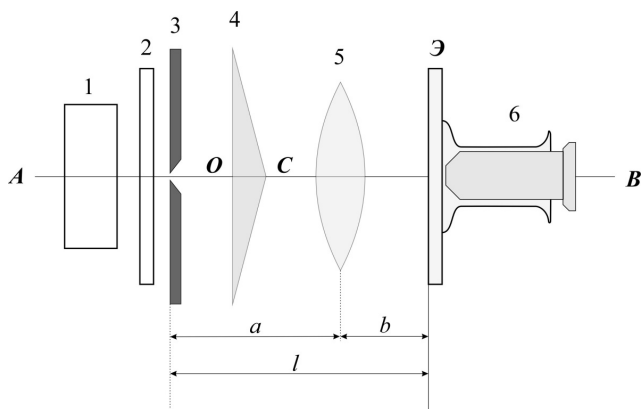
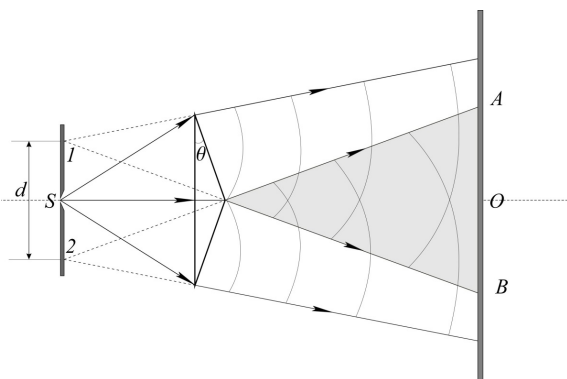
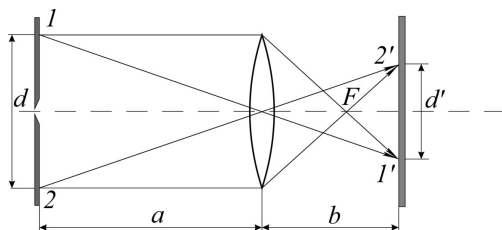

Рис. 5
Рис. 6
Рис. 7
На рельсе (рис. 5) расположены устройства: осветитель 1, светофильтр 2, регулируемая щель 3, бипризма 4, линза 5, отсчетный микроскоп 6. Все детали смонтированы на ползунах. Предусмотрена возможность перемещения и закрепления деталей в вертикальном и горизонтальном направлениях.
На рис. 5 обозначены: a — расстояние от щели главной плоскости линзы 5, b — расстояние от главной плоскости линзы 5 до экрана микроскопа 6, l — расстояние от щели до фокуса оптической системы микроскопа, в котором расположен экран микроскопа с наблюдаемой на нем интерференционной картиной.
1. Расположить все устройства и приспособления (пока без линзы 5) в порядке, указанном на рис. 5. При этом середина щели 3, точки O , C бипризмы 4, центр экрана Э микроскопа б должны находиться на оси AB .
3. Поместить между бипризмой и микроскопом собирающую линзу 5 и, перемещая ее вдоль рельса и по вертикали, получить в поле зрения микроскопа отчетливые действительные изображения мнимых источников света. По окулярной шкале микроскопа определить расстояние d' между ними (рис. 7). Цена деления шкалы указана на трубке микроскопа.
4. Измерить, не сдвигая линзу, расстояние a от главной плоскости линзы (ее положение отмечено черточкой на оправе линзы) до щели и расстояние b от главной плоскости линзы до экрана микроскопа, расположенного в фокальной плоскости оптической системы микроскопа (рис. 7).
Бипризма Френеля представляет собой две сложенные основаниями призмы с малыми углами θ . В результате преломления света, исходящего из узкой щели (рис. 6), параллельной ребру тупого угла бипризмы, образуются две цилиндрические волны, как бы исходящие из мнимых источников 1 и 2 , колебания в которых происходят синфазно.
Преломленные пучки света от мнимых источников частично перекрываются в области, называемой полем интерференции (область OAB , рис. 6). Во всей этой области чередуются участки с максимальной и минимальной интенсивностью, наблюдать которые можно при помощи микроскопа (рис. 5). Поставив линзу 3 на пути пучков от линейных источников 1 и 2 , можно получить действительные изображения мнимых источников 1 и 2 (рис. 7).
Рис. 7 иллюстрирует, что расстояние между мнимыми источниками света d рассчитывается по формуле